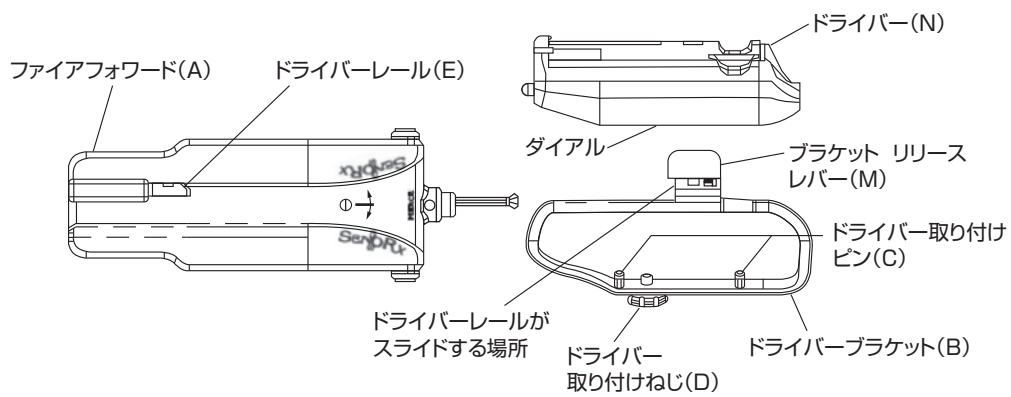

図 43：ドライバーへのファイアフォワードのスライドの取り付け
- 1) ドライバー (N) の底にあるダイヤルを回し、取り付け穴を露出させます。ドライバー取り付けピン (C) をドライバーの穴に合わせ、ドライバー取り付けねじ (D) を締め、ドライバー (N) をドライバーブラケット (B) に取り付けます。ドライバーの向きは、ドライバーブラケットに対し一方向でのみ装着することができます。
- 2) ドライバー内部の取り付け板がドライバー取り付けピン (C) と取り付けねじ (D) の肩に接触していることを確認してから、ピンのねじを締めます (図43)。締めすぎないように十分注意してください。
- 3) ドライバーを取り付けたブラケットをファイアフォワードのドライバーレール (E) の上にかぶせ、完全にレールにはめ、ロックされるまでスライドさせてファイアフォワードに取り付けます (図43)。